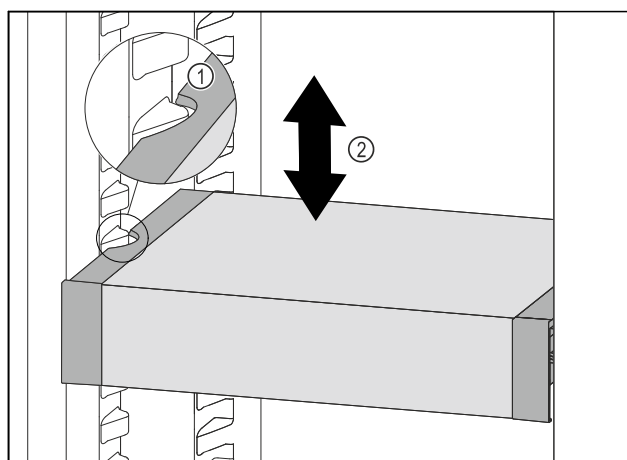

Fig. 129
- Táhněte VarioSafe dopředu, dokud nebudou boční vybrání VarioSafe na úrovni žebrování na nádoby v chladniče. Fig. 129 (1)
► Posouvejte VarioSafe v chladniče nahoru nebo dolů, dokud nedosáhnete požadované výšky. Fig. 129 (2)